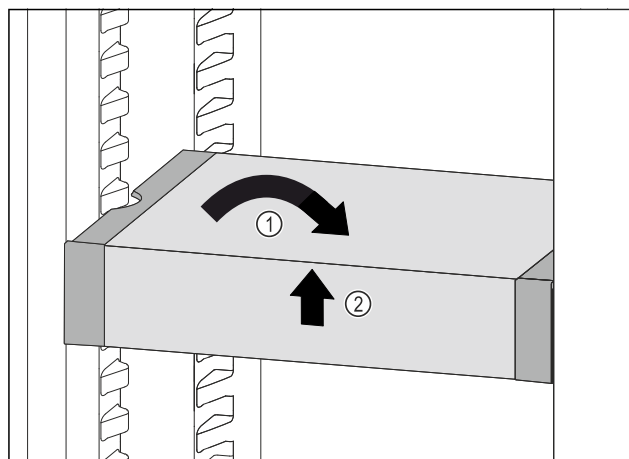

Fig. 127
- Collocare VarioSafe in maniera dritta. *Fig. 127 (1)*
- Sollevare VarioSafe dal lato anteriore. *Fig. 127 (2)*